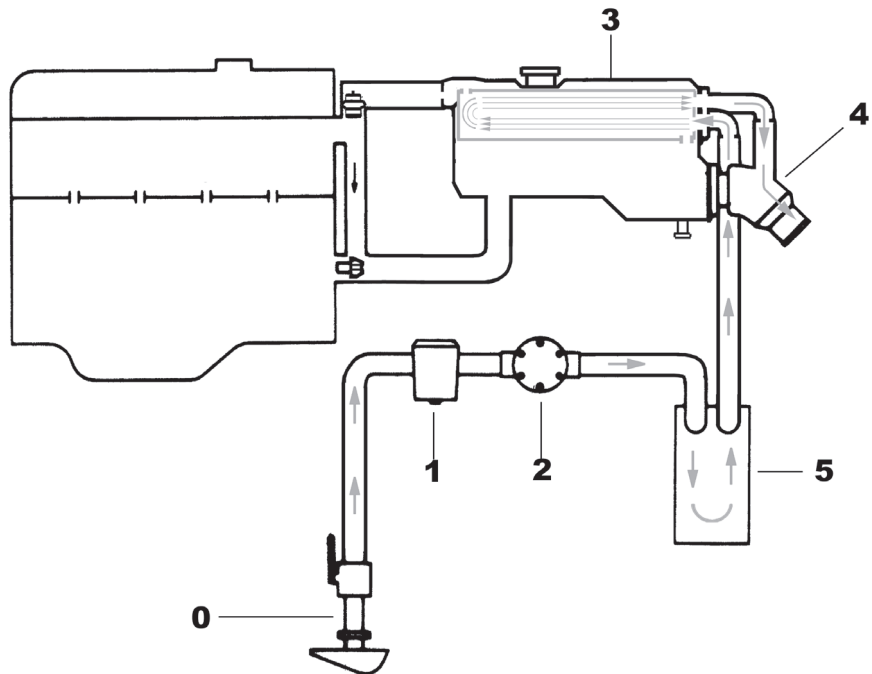

Fig. 2.2 - Abb.2.2
2.2.2 CIRCUITO DE REFRIGERACIÓN “SALADA” (Fig. 2.2)
2.2.2 “SEAWATER” COOLING CIRCUIT (Fig. 2.2)
2.2.2 CIRCUIT DE REFROIDISSEMENT “EAU SALEE” (Fig. 2.2)
2.2.2 CIRCUITO DI REFRIGERAZIONE “ACQUA MARINA” (Fig. 2.2)
2.2.2 KÜHLWASSERKREISLAUF "SALZWASSER"(Abb. 2.2)